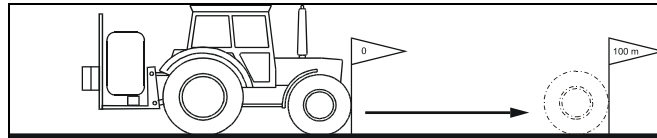

Fig. 4
2. Marker start- og slutt punktet (Fig. 4).